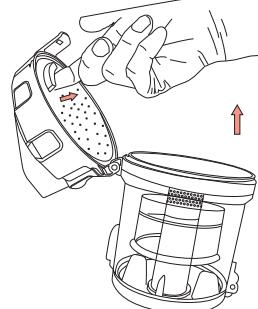

Fig.17
(4) Como na fig.17, pegue na cobertura HEPA.